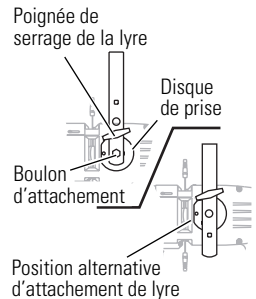

Figure 1
2. Disposer le luminaire en position voulue (**Figure 1**).